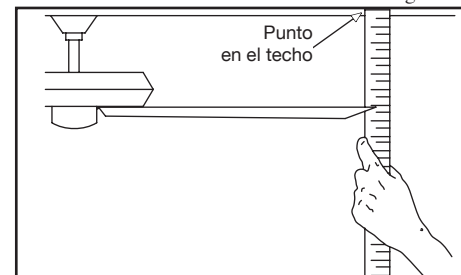

Figura 12
2. La mayoría de los problemas de oscilación del ventilador se deben a que las aspas no están al mismo nivel. Verifica este nivel seleccionando un punto en el techo sobre la punta de una de las aspas. Mide desde un punto en el centro de cada asa al punto en el techo. Mide esta distancia como se muestra en la Figura 12. Gira el ventilador hasta que la siguiente asa quede en posición para medir. Repite el procedimiento para cada asa. Las desviaciones de la medición no deben pasar de 1/8" (3.2 mm). Deja que el ventilador funcione por 10 minutos.